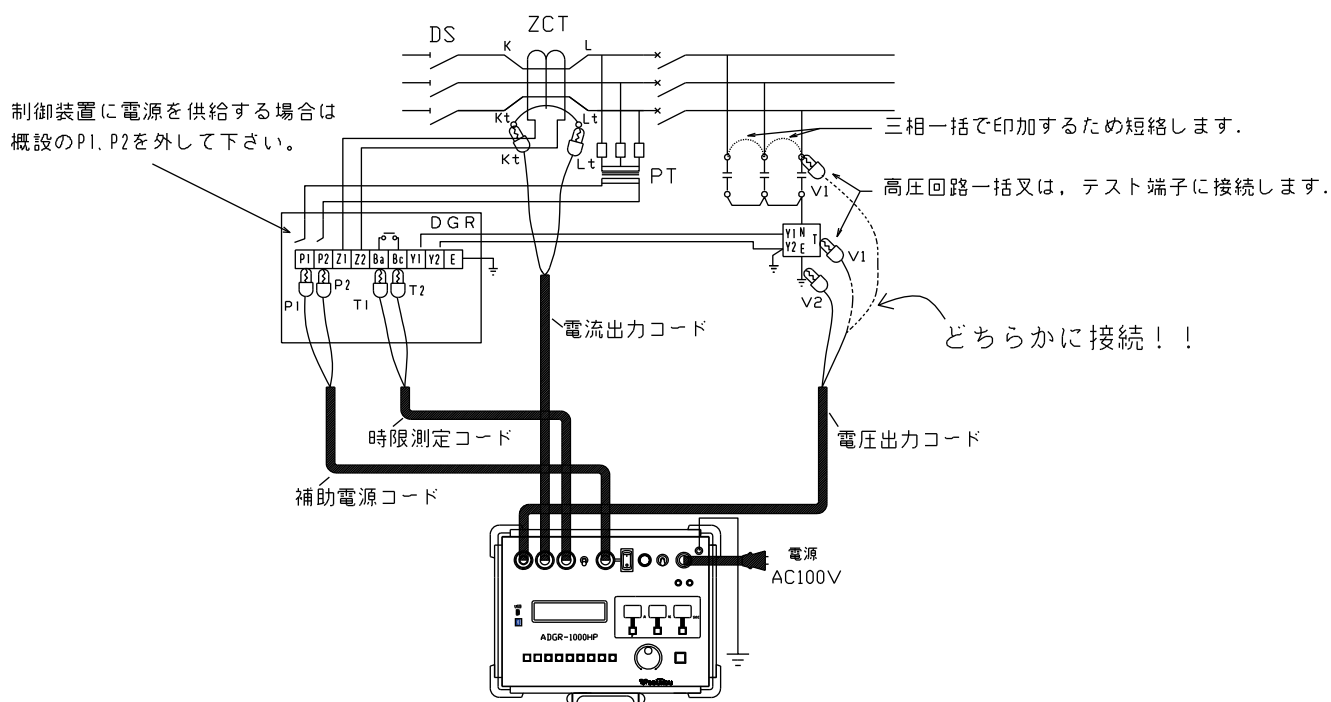

図1：電気室の単体試験（停電状態）
6. 以上のような点を注意し、試験回路を構成します。(図1,2,3)